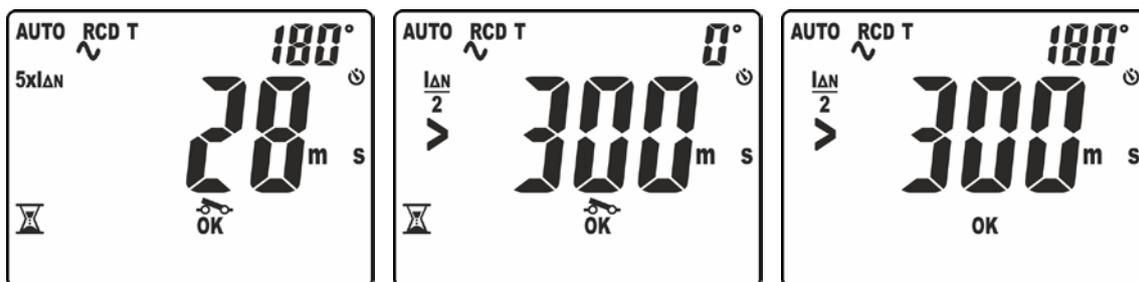

Fig. 33: Tempo de disparo no modo AUTO – Ecrã 2
13. O quarto teste é aquele que é executado com corrente de teste  $5xI_{\Delta n}$  e polaridade  $180^\circ$ . O resultado da medição parcial é apresentado no display com indicação “OK” ou “NÃO OK” (ver Fig. 33 – parte direita). O símbolo “” intermitente indica que se deve rearmar o RCD
14. O quinto teste é aquele que é executado com corrente de teste  $\frac{1}{2}I_{\Delta n}$  e polaridade  $0^\circ$ . O resultado da medição parcial é apresentado no display com indicação “OK” ou “NÃO OK” (ver Fig. 33 – parte central). A mensagem “>300ms” indica a saída para fora de escala do instrumento para indicar o correto não disparo do RCD nesta situação. O símbolo “” intermitente indica que se deve rearmar o RCD
15. O sexto e último teste é aquele que é executado com corrente de teste  $\frac{1}{2}I_{\Delta n}$  e polaridade  $180^\circ$ . O resultado da medição parcial é apresentado no display (ver Fig. 33 – parte direita). A mensagem “>300ms” indica a saída para fora de escala para indicar o correto não disparo do RCD nesta situação.